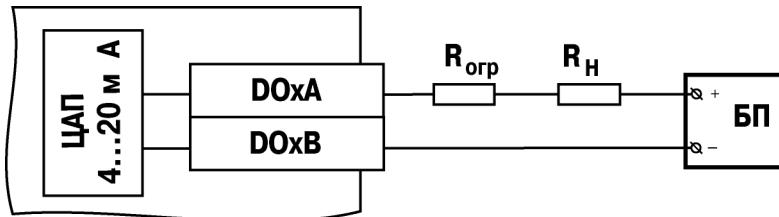

Рисунок 3.3 – Схема подключения нагрузки к ВУ типа «И»
**Формирователь токового сигнала (выход И)** преобразует на активной нагрузке Rh значение на выходе в токовый сигнал 4...20 мА (см. рисунок 3.3).